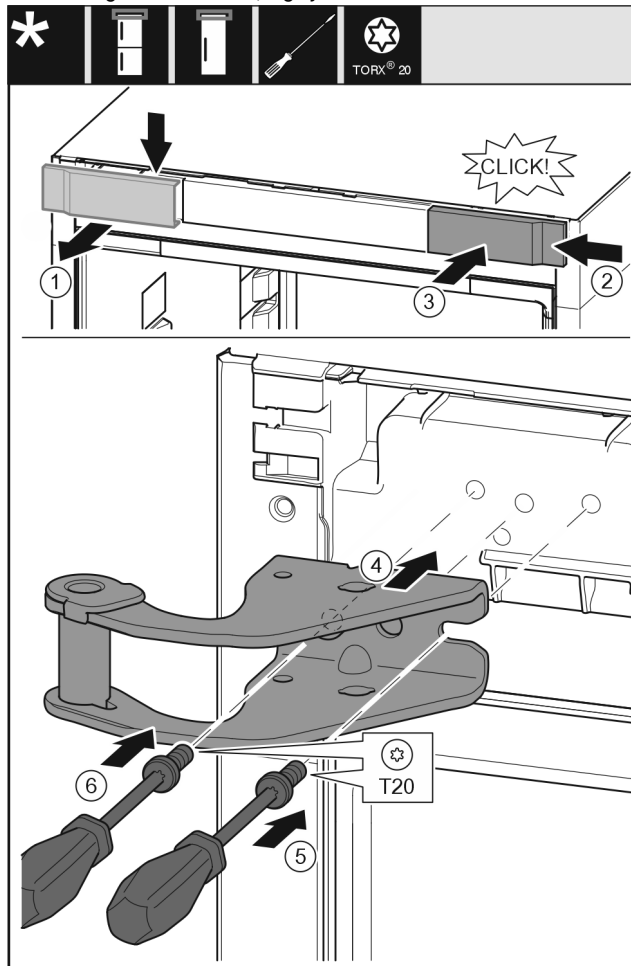

Fig. 11
- Tag afdækningen Fig. 11 (1) af oppefra og fremefter.
- Indsæt afdækningen Fig. 11 (2) på den anden side fra højre, drejet 180°.
- Lad afdækningen Fig. 11 (3) gå i indgreb.
- Påsæt det øverste hængsel Fig. 11 (4).
- Påsæt skruen Fig. 11 (5) med en skruetrækker, og skru den fast.
- Påsæt skruen Fig. 11 (6) med en skruetrækker, og skru den fast.